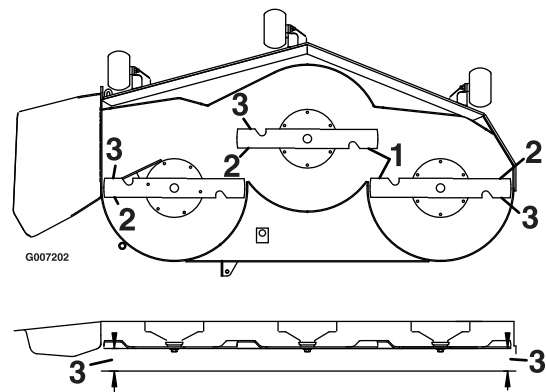

Bild 70
4. Messen Sie den Abstand zwischen den äußeren Schnittkanten und der ebenen Oberfläche (Bild 70). Wenn beide Messwerte nicht innerhalb von 5 mm liegen, ist eine Einstellung erforderlich. Machen Sie mit den Schritten zum Nivellieren weiter.